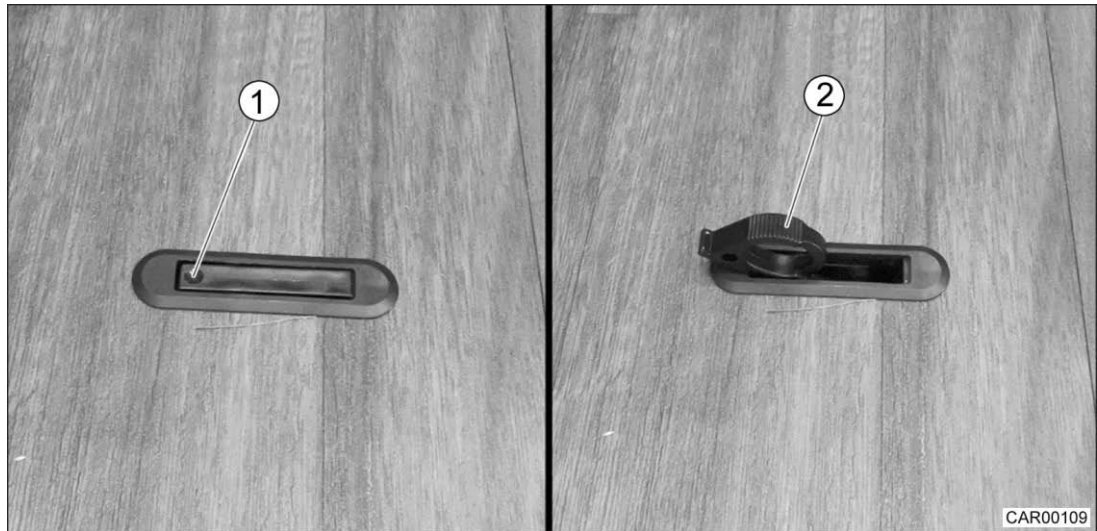

Fig. 110 Dispositif de fermeture dans les trappes de plancher
1. Enfoncer le dispositif de fermeture au niveau du marquage (Fig. 110/1). Le levier à poignée (Fig. 110/2) pivote vers le haut.
1. Fermer la trappe et rentrer le levier de la poignée (Fig. 110/2).